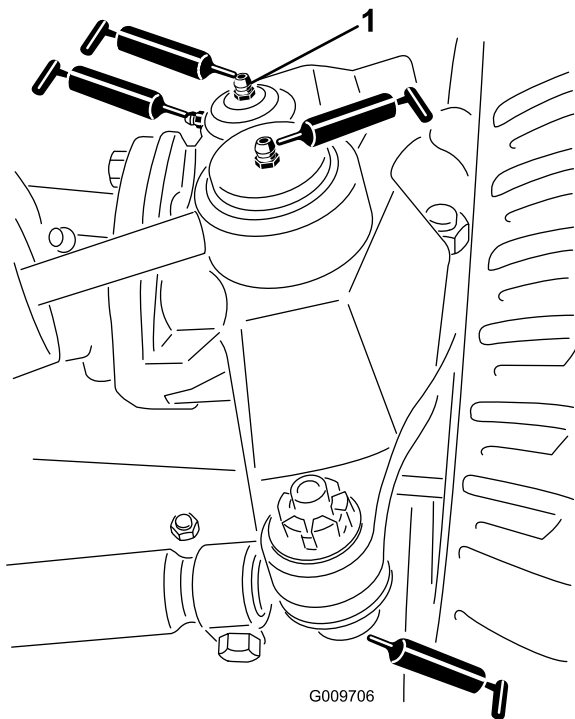

Figura 37
- Articulaciones esféricas de cilindro de dirección (2) tal y como se muestra en la Figura 37
- Articulaciones esféricas de biela (2) tal y como se muestra en la Figura 37
- Casquillos de pivote de dirección (2) tal y como se muestra en la Figura 37